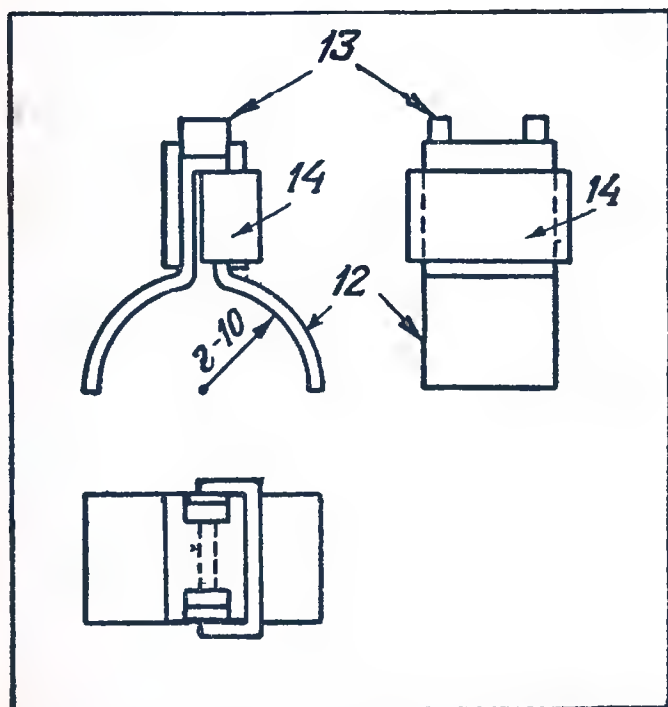
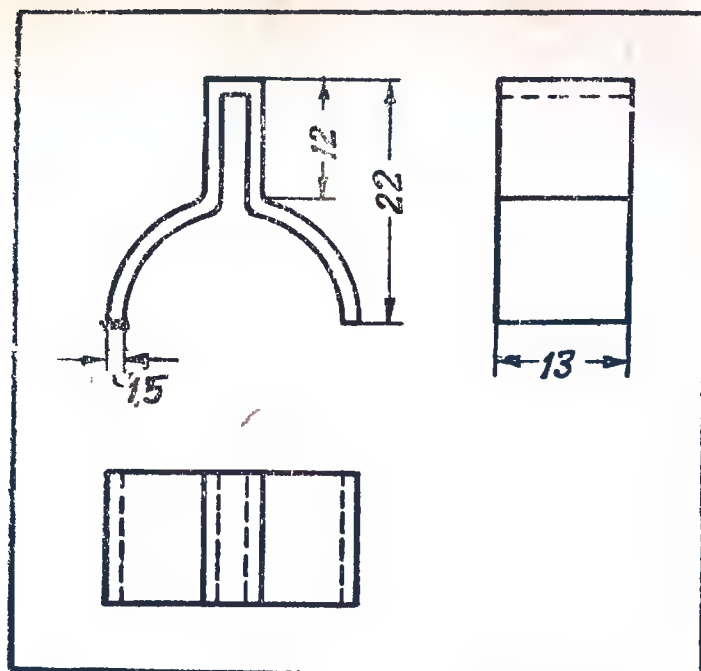
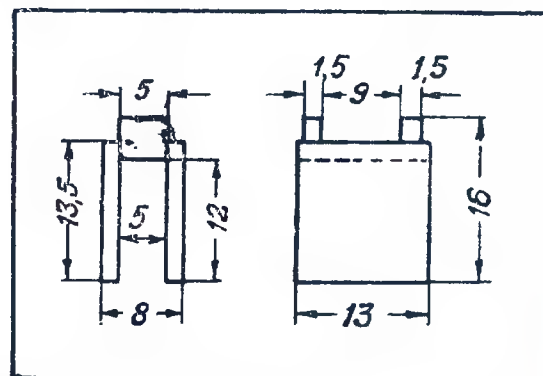
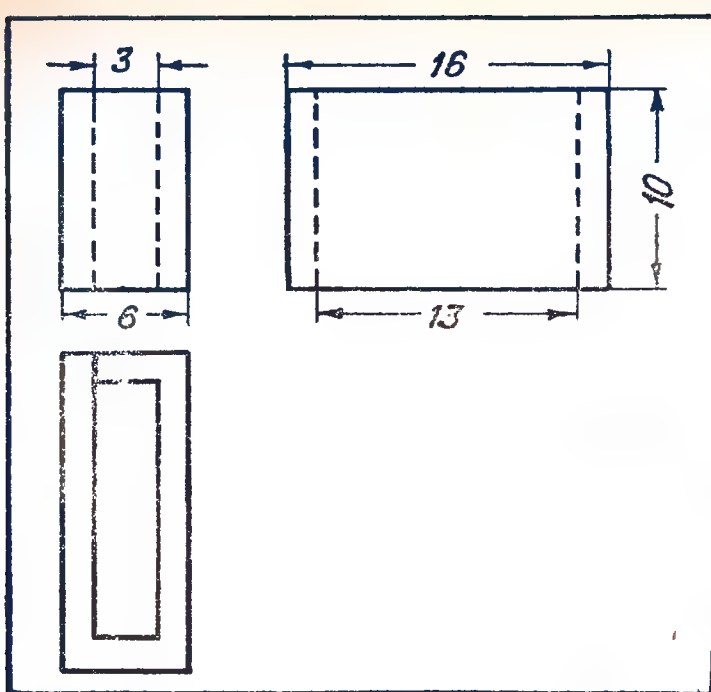

Рис. 12. Полюсный башмак в собранном виде
Рис. 13. Скоба полюсного башмака
Рис. 14. Хомут полюсного башмака
Рис. 15. Короткозамкнутый виток полюсного башмака
7. Полюсные башмаки (рис. 12) мотора состоят из трех частей: двух скоб (рис. 13 и 14) и короткозамкнутого витка (рис. 15).
Ушки у скобы (рис. 14) служат для крепления башмаков к статору. Скоба эта может быть изготовлена или из полоски железа 5 мм и согнута так, как показано на рис. 14, с соблюдением всех указанных размеров, или может быть просто выпилена из целого куска железа.
Вторая скоба делается из полосового железа 1,5 мм и изгибается так, как показано на рис. 13. Для получения радиуса 10 мм необходимо подо-
Короткозамкнутый виток (рис. 15) делается из полосовой красной меди толщиной 1,5 мм. Если такой не окажется, то можно спаять две или три пластинки вместе, но так, чтобы получилась нужная толщина — 1,5 мм. Затем полоске придается ширина 10 мм. Сгибается она, как показано на рис. 15. При загибании необходимо сделать или подобрать оправку 13 × 3 мм. Благодаря оправке виток получится правильной формы.
Когда виток будет готов, он слегка разгибается так, чтобы концы разошлись на 6 мм, после чего начинается сборка башмаков согласно рис. 12. Для этого скоба (рис. 14) надевается на скобу (рис. 13), а короткозамкнутый виток проходит через щель в скобе (рис. 13). После этого виток сжимается до соединения концов и стык этих концов пропаивается.